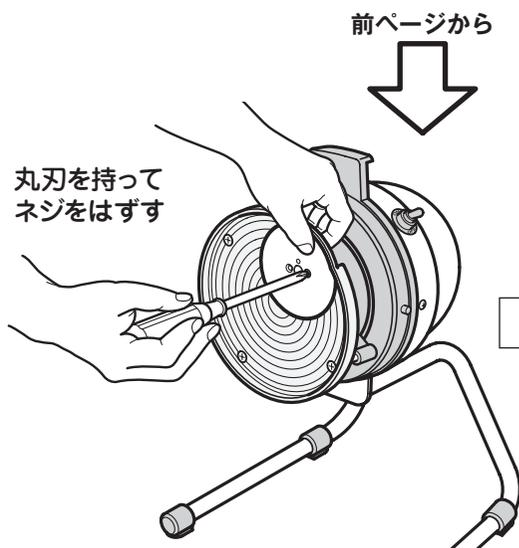

図2
- ④ 丸刃を指先でつまんで支え、丸刃のネジ2本を取り外してください。(図2)